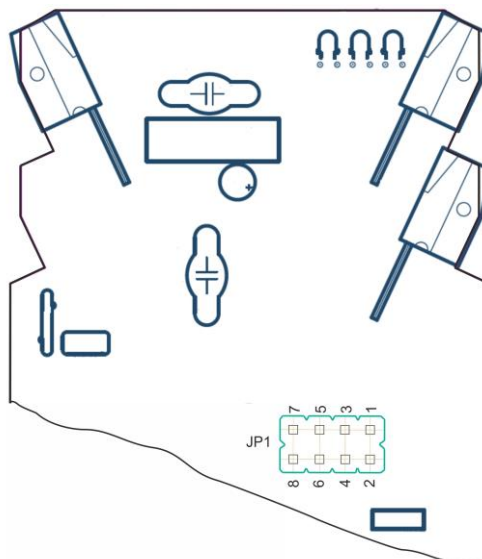

Рисунок 4.1 – Схема размещения переключателя для выбора скорости передачи данных
4.1.4 Размещение переключателя JP1 на плате блока, для выбора скорости передачи данных изображено на рис. 4.1.